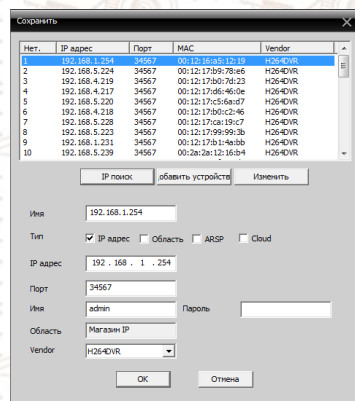

Рис.6 Окно добавления устройства
- В появившемся окне можно вручную ввести параметры подключения к камере, либо воспользоваться поиском, нажав кнопку «Поиск» (Рис.6)